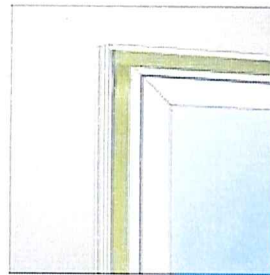
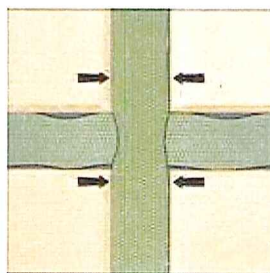

Bild 1: ECKAUSLEGUNG bei der Fenstermontage
Bild 4: Kreuzfuge
- TP600 nicht um die Blendrahmenecke führen, sondern stumpf stoßen (Bild 1+3). Den flächenbündigen Übergang des Kreuzstoßes zwischen senkrechtem und waagrechtem Fugenband beachten (Bild 4).